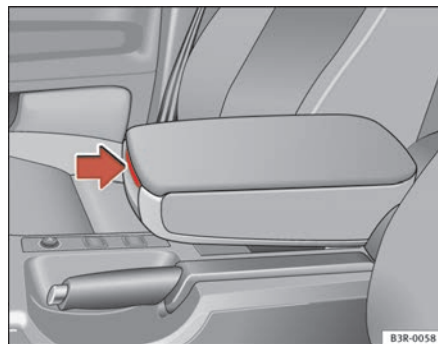

Fig. 115 Apoio de braços entre o banco do condutor e o do passageiro
- Prima a alavanca de desbloqueio ⇒ **fig. 115**.